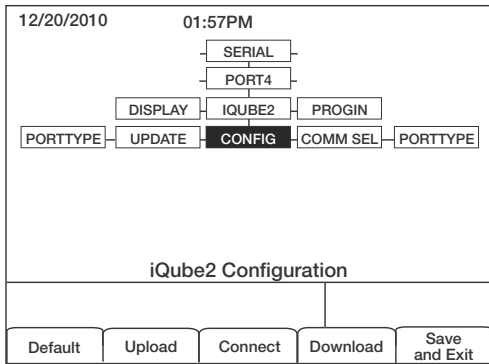

Figura 3. Menú CONFIG
- Navegue al menú CONFIG y presione la tecla programmable Connect (ver Figura 3).